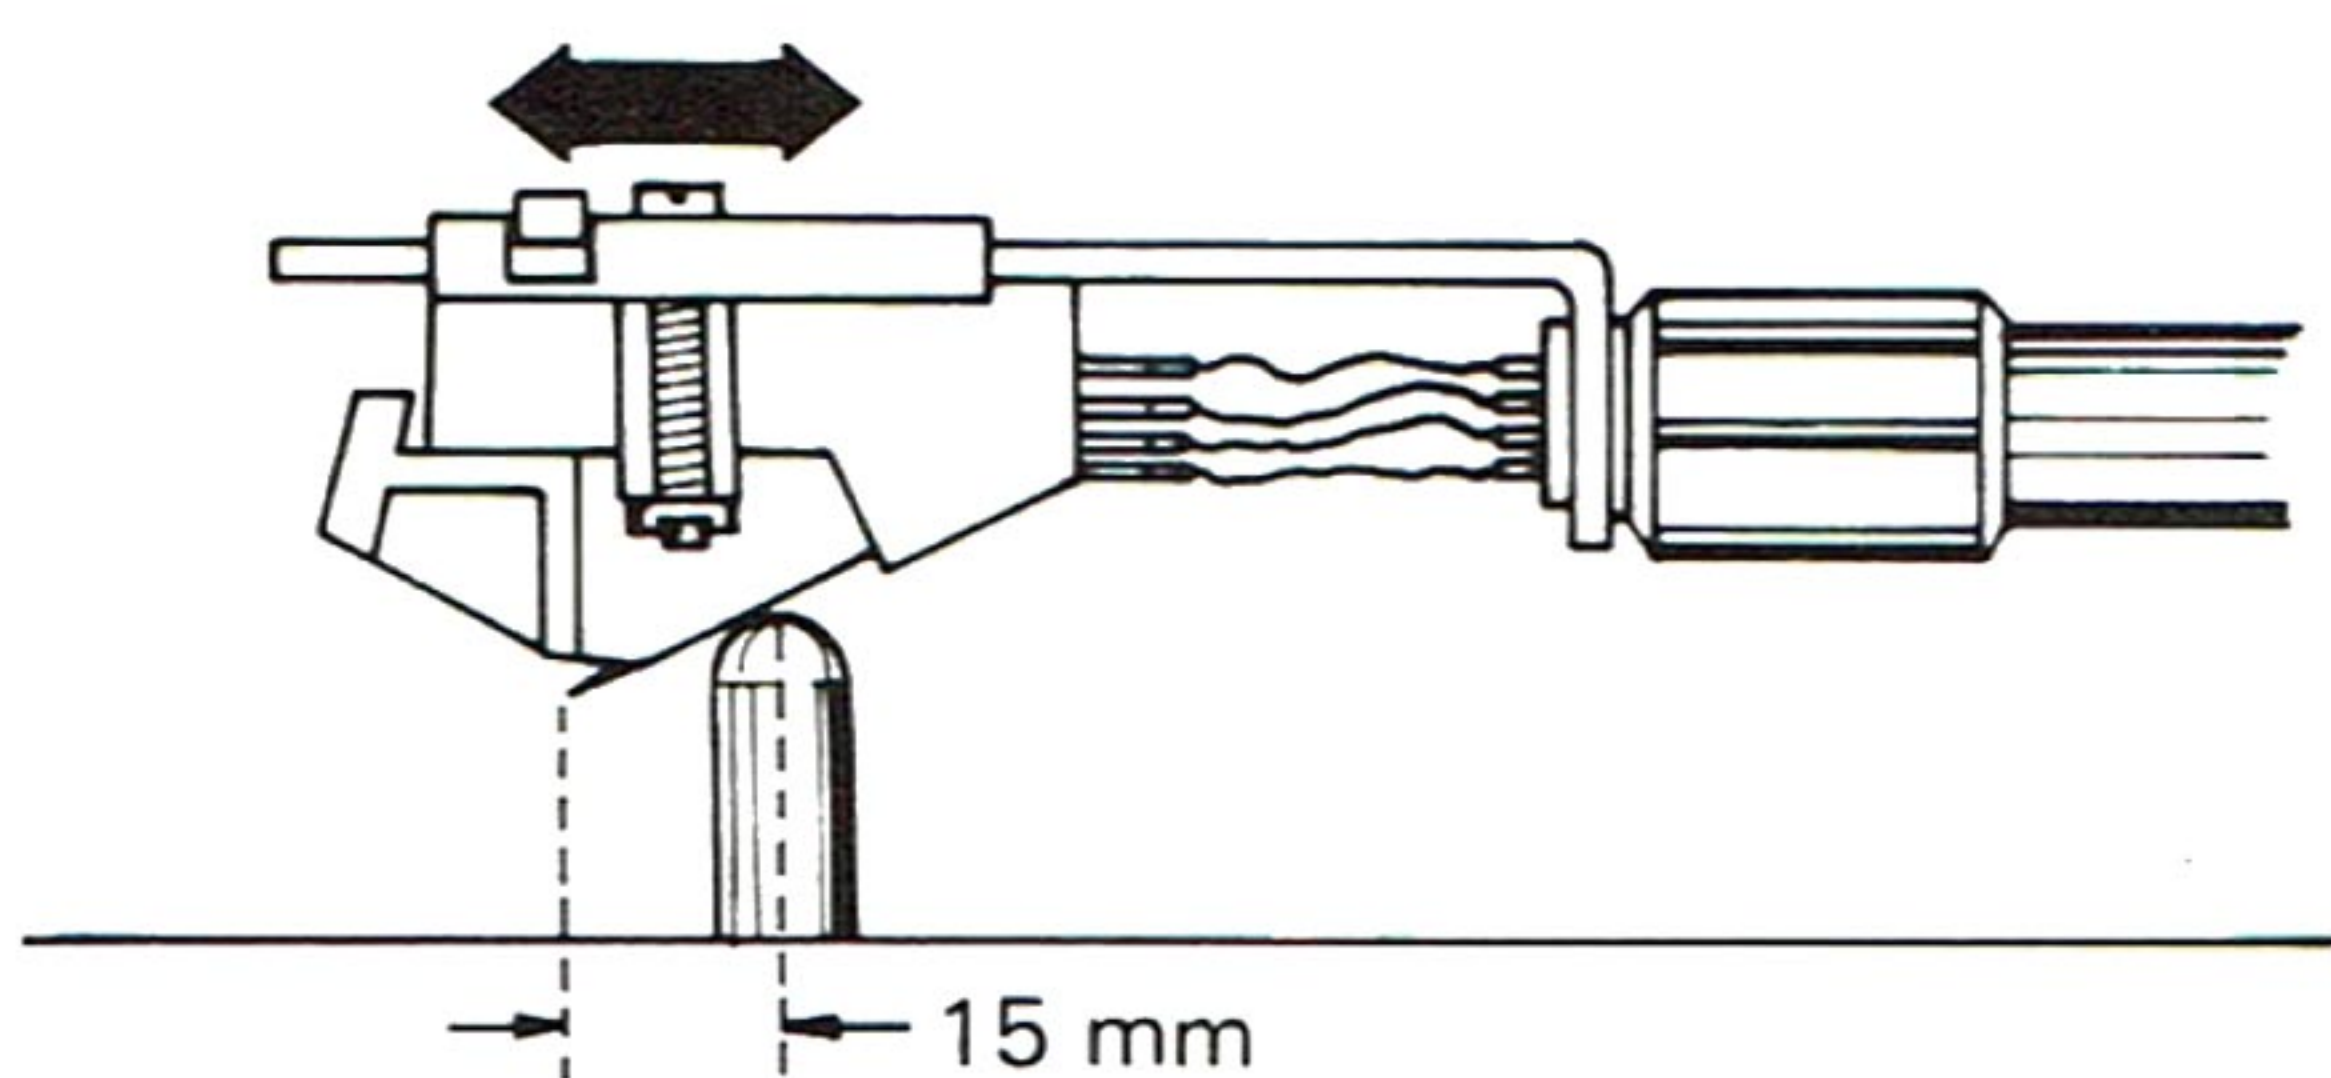

Abb. 3
- 2. Den Tonarm über die Plattentellerwelle bringen und den Tonabnehmer verschieben, bis der Überhang (Abstand zwischen Abtastnadel und Plattentellerwelle) ungefähr 15 mm beträgt (Abb. 3). Danach durch Festziehen der Schrauben den Tonabnehmer in dieser Stellung sichern.